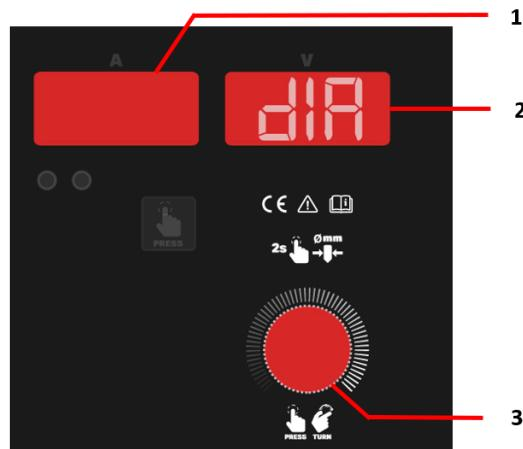

Fig. 9 – Diâmetro de elétrodo de tungsténio
- Pressione por 2 segundos o botão 3 (Fig.9) até o display 2 (Fig.9) mostrar dIA. Gire o botão 3 (Fig.9) para selecionar o diâmetro apropriado do elétrodo de tungsténio (os valores 1,0, 1,6, 2,4, 3,2 ou 4,0 mm são mostrados na tela 1 (Fig. 9)).